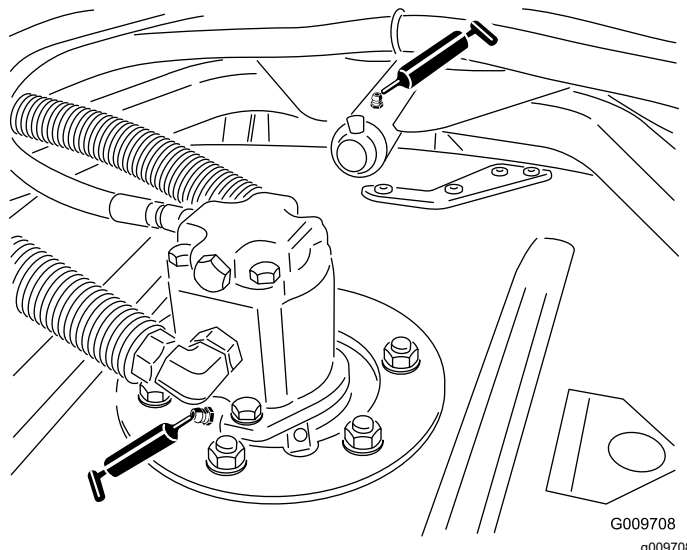

Bild 40
- Spindelwellenlager des Mähwerks (2 pro Mähwerk), wie in Bild 40 abgebildet
- Trägerarmbüchsen des Mähwerks (1 pro Mähwerk), wie in Bild 40 abgebildet